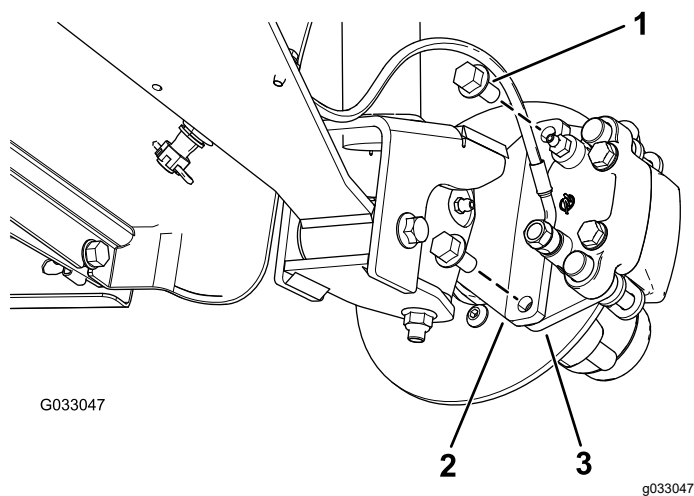
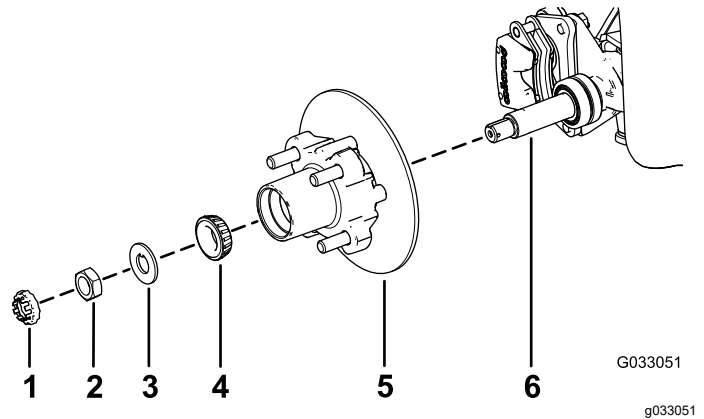

Figura 30
Figura 34
3. Retire os parafusos de cabeça flangeada ($\frac{3}{8}$ x $\frac{3}{4}$ pol.) que prendem o suporte para o conjunto dos travões ao eixo e afaste o travão do eixo (Figura 30).
1. Aplique uma leve camada do lubrificante especificado no eixo (Figura 34).
2. Monte o cubo e o rotor no eixo com o rotor interior (Figura 34).
3. Monte o rolamento exterior no eixo e coloque o rolamento na correia exterior (Figura 34).
4. Monte a anilha com patilha no eixo (Figura 34).
5. Enrosque a porca do eixo no eixo e aperte a porca com 15 N·m, enquanto roda o cubo para assentar o rolamento (Figura 34).
2. Alinhe as pastilhas dos travões com cada lado do rotor (Figura 30) e os orifícios no suporte da pinça com os orifícios na montagem dos travões da estrutura do eixo (Figura 34).
3. Prenda o suporte da pinça à estrutura do eixo (Figura 30) utilizando os dois parafusos de cabeça flangeada ($\frac{3}{8} \times \frac{3}{4}$ pol.)